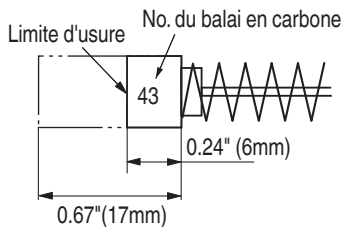

Fig. 5
4. Inspection des balais en carbone (Fig. 5)
Utiliser le balai en carbone metabo HPT No. 43 indiqué sur la Fig. 5.